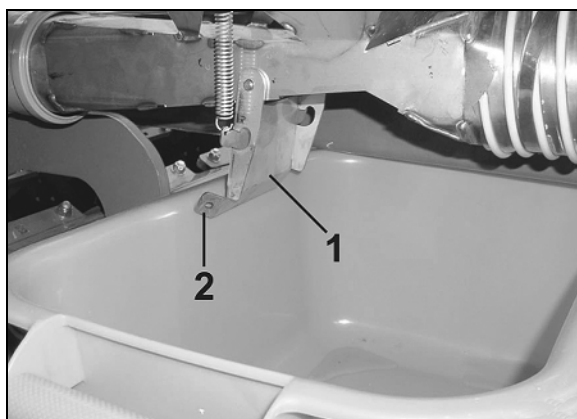

Fig. 75
1. luk trykbegrænsningsventilen (Fig. 73/2) (drej mod højre) og åbn derefter en 1/2 omdrejning (Fig. 75), så olietransportmængden er så lille som mulig.
1. Fjern støvhætten (Fig. 75/1)
5. Efter indstillingen sikres ventilpositionen med kontramøtrik og støvkappen (Fig. 75/1) sættes på.